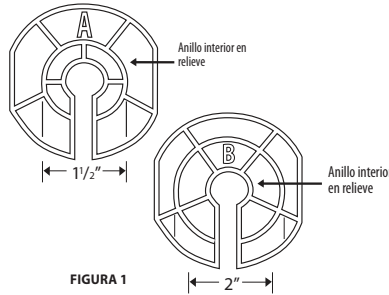

FIGURA 1
Si utiliza un tanque Rubbermaid y ha removido el conjunto de desagüe, como se describe arriba, debe elegir el lado "B" de la tuerca, como se ilustra en la figura 1. Instalará el descongelador con este lado orientado hacia el tanque.
del anillo interno en relieve de cada lado de la tuerca en el diámetro interno del orificio de desagüe (vea la figura 1). Elija el lado que se adapte mejor. Esto le ayudará a inmovilizar y centrar el descongelador en la abertura de los orificios de desagüe más grandes de algunos tanques.
- Si el diámetro del anillo interno en relieve (en ambos lados de la tuerca) ilustrado en la figura 1 es más grande que el diámetro del orificio de desagüe del tanque, puede usar indistintamente ambos lados de esta tuerca. Esto indica que el diámetro del orificio de desagüe es suficientemente pequeño como para mantener centrado el descongelador en la abertura de desagüe.